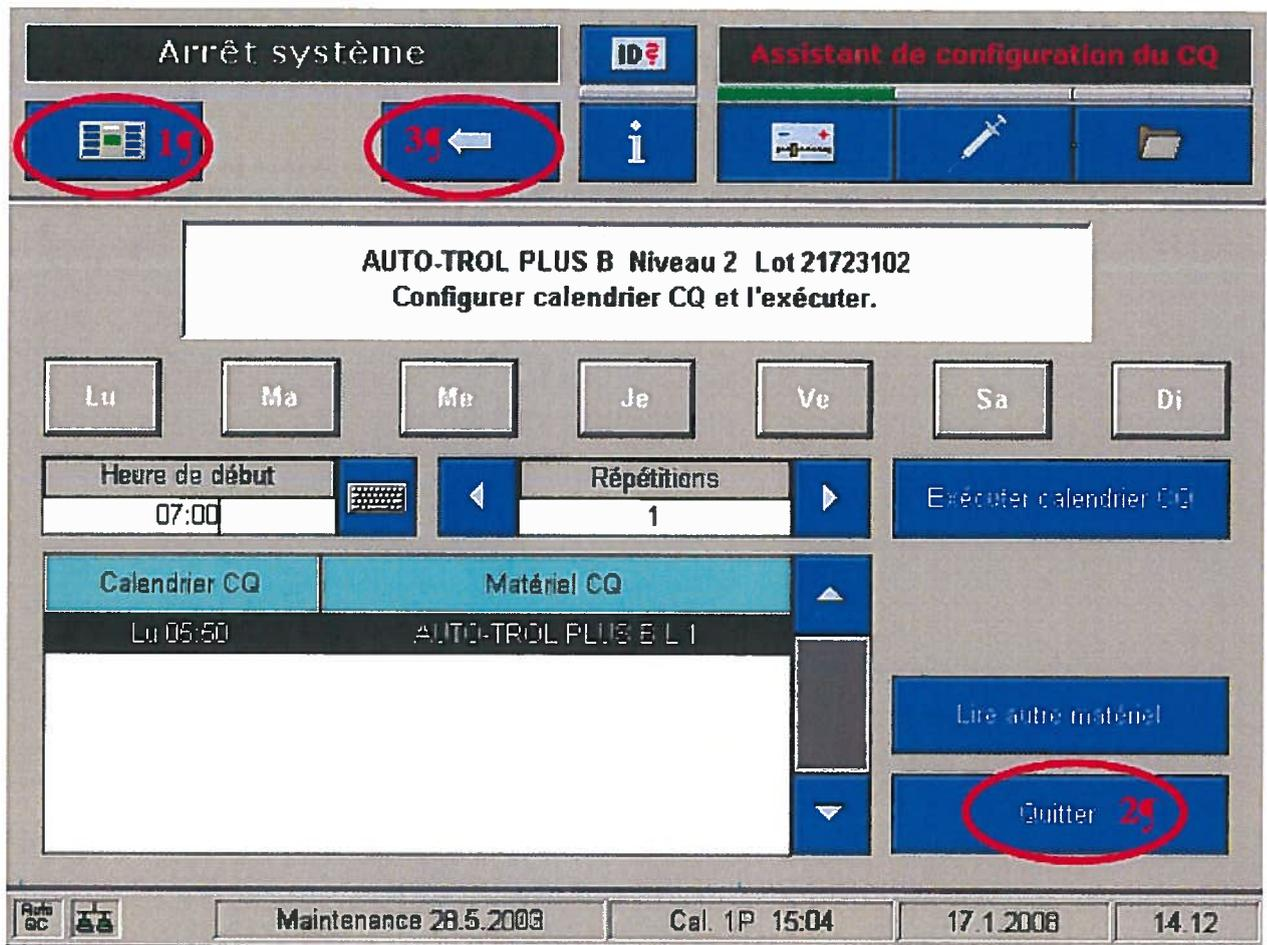
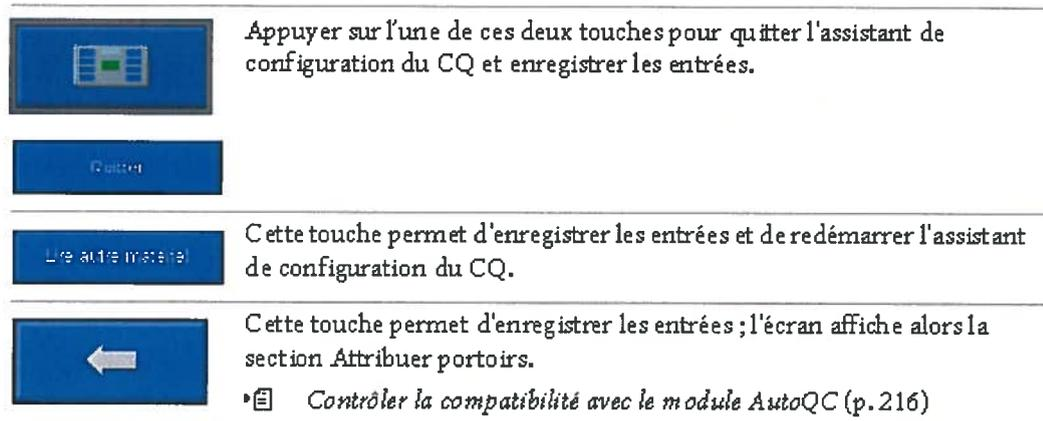

Fig. 1: Dernière fenêtre "Auto QC timing" dans le workflow de l'assistant de configuration QC.
Fig. 2: Extrait des instructions d'utilisation du cobas b 221 (V17.0, chapitre "Contrôle qualité").
En effet, si l'utilisateur rentre dans l'assistant de configuration CQ et en ressort en cliquant sur le bouton "Retour" (3) (Fig. 1), le planificateur de CQ se désactive et le système n'effectue plus de CQ automatique de manière programmée.
L'assistant de configuration QC comprend une séquence de 5 fenêtres qui composent le workflow. Dans la dernière de ces 5 fenêtres, le "Auto QC timing", l'opérateur peut utiliser les boutons "Retour à la configuration" (1) et "Quitter" (2) (Fig. 1) pour quitter l'assistant de configuration QC et sauvegarder l'entrée comme décrit dans les instructions d'utilisation (V17.0, chapitre "Contrôle qualité") (Fig. 2).
Le bouton "Retour" (3) (Fig. 1) permet à l'opérateur de revenir dans le flux de travail de l'assistant de configuration CQ. Lorsque l'opérateur utilise le bouton "Retour" 5 fois consécutives pour revenir en arrière dans le flux de travail et ferme finalement l'assistant de configuration CQ, le logiciel responsable du démarrage des mesures Auto QC programmées (programmeur) n'est pas activé. Par conséquent, à partir de ce moment, plus aucune mesure de CQ automatique ne sera effectuée. Cette situation peut uniquement être détectée en consultant les résultats Auto QC dans le gestionnaire de données de l'instrument ou dans un LIS / HIS connecté.
La situation persiste jusqu'à ce que l'assistant de configuration QC soit ouvert et fermé correctement, en utilisant le bouton "Retour à la configuration" (1) ou "Quitter" (2) (Fig. 1).
À la place, vous devez utiliser les boutons "Retour à la configuration" (1) et "Quitter" (2) (Fig. 1) pour assurer l'exécution des mesures de CQ automatiques programmées. Chaque fois que le flux de travail de l'assistant de configuration CQ a été utilisé sur un instrument, vous devez vérifier si la prochaine mesure Auto QC planifiée est effectuée pour s'assurer que le planificateur Auto QC fonctionne comme prévu.